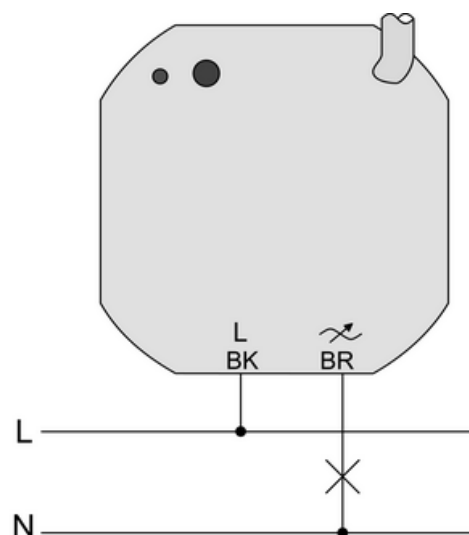

Bild 5: Anschluss
- Last anschließen (Bild 5). Beiliegende Federsteckklemmen verwenden. Flexible Leiterenden müssen verzinkt sein.